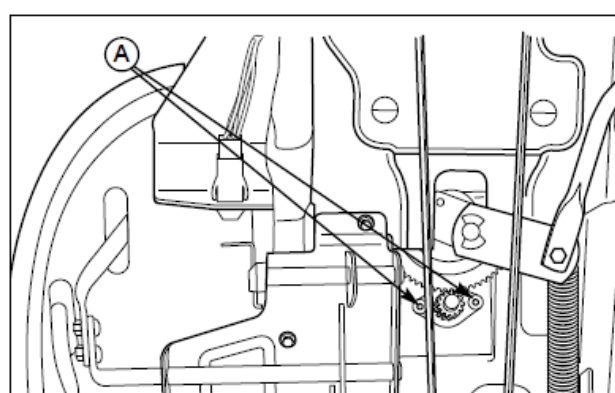

図 32 ハンドルギアの調整
1. 図 32 を参照。ハンドルギアをトラクタの下側から見てください。ギア歯が密接にかみ合うように、2つのナットをゆるめて、ブラケットを調節してください。
2. 調整の後、49-59N.mの締め付けトルクでナット (図 32 の A) を締めてください。